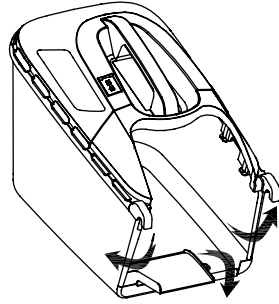

Рис.6. Крепление нижней части травосборника
7. Закрепите нижнюю (тканевую) часть травосборника. Для этого защёлкните зацепы на рамке травосборника (Рис. 6).